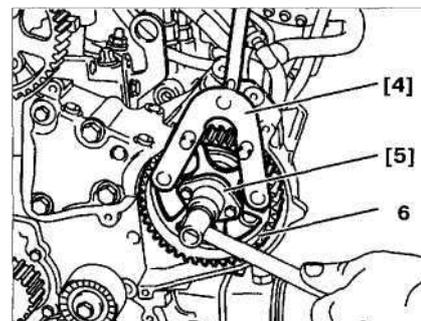

Рис. 7.49. Установите приспособление [5]. Ослабьте и снимите шкив топливного насоса 6 с помощью приспособления [4].
6. Установите приспособление [5] (рис. 7.49). Ослабьте и снимите шкив топливного насоса 6 с помощью приспособления [4].